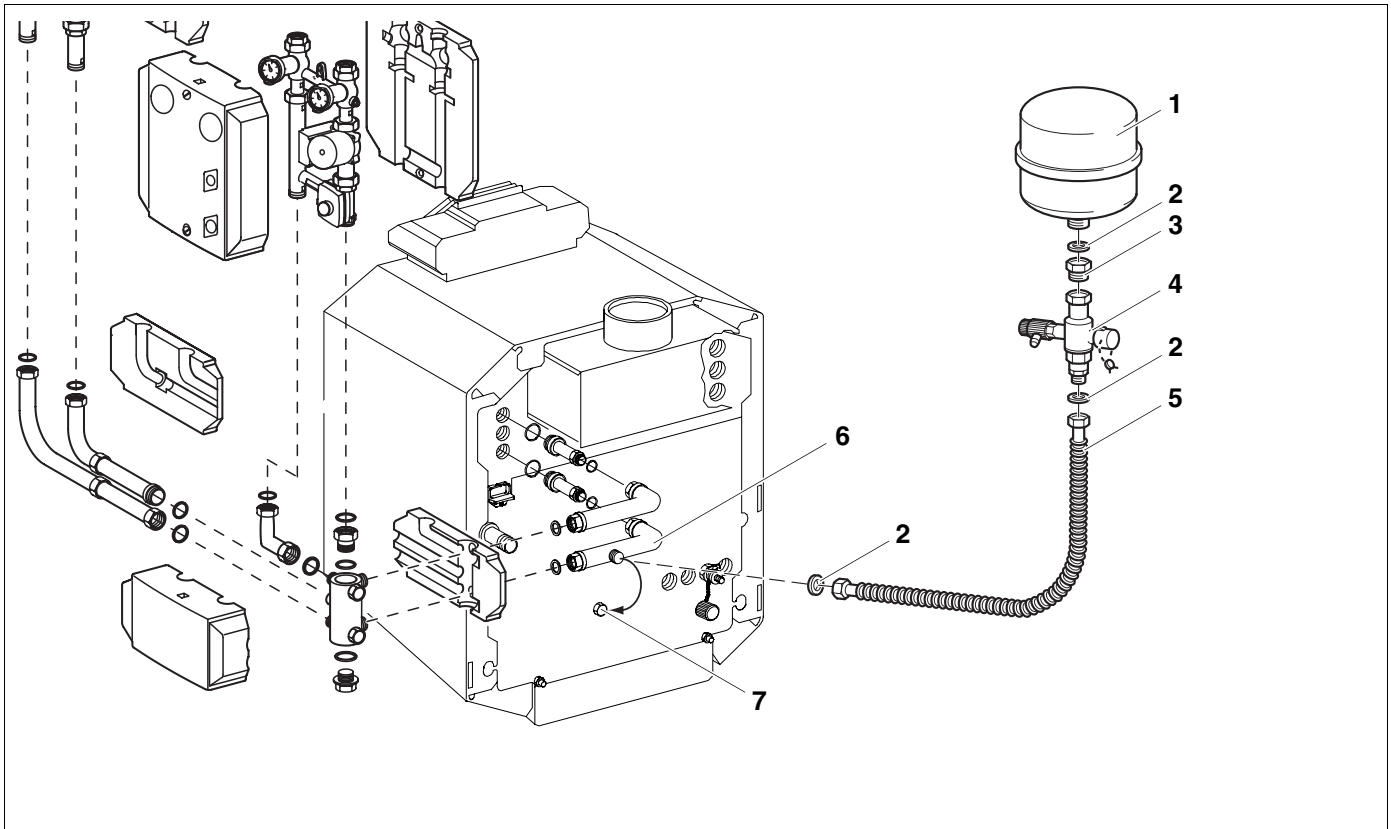

Abb. 1 Montage Ausdehnungs-Anschluss-Set am G134 mit KAS 2
Legende zu Abb. 1
- Kappe G ¾ (Abb. 1, Pos. 7) vom seitlichen Abgang des Rücklaufrohres (Abb. 1, Pos. 6) abschrauben.
- Dichtung (Ø 20 x 24 x 2) (Abb. 1, Pos. 2) in die Überwurfmutter des Metallwellschlauches (Abb. 1, Pos. 5) einlegen und auf den seitlichen Abgang des Rücklaufrohres (Abb. 1, Pos. 6) anschrauben.
- Dichtung (Ø 20 x 24 x 2) (Abb. 1, Pos. 2) in das Übergangsstück G 1 AG x Rp ¾ IG (Abb. 1, Pos. 3) einlegen und das Übergangsstück G 1 AG - Rp ¾ IG auf den Abgang des Ausdehnungsgefäßes (Abb. 1, Pos. 1) anschrauben.
- Kappenventil mit Überwurfmutter (Abb. 1, Pos. 4), auf das Übergangsstück (Abb. 1, Pos. 3) anschrauben.
- Dichtung (Ø 20 x 24 x 2) (Abb. 1, Pos. 2) in Überwurfmutter des Metallwellschlauches (Abb. 1, Pos. 5) einlegen und an das Kappenventil (Abb. 1, Pos. 4) anschrauben.